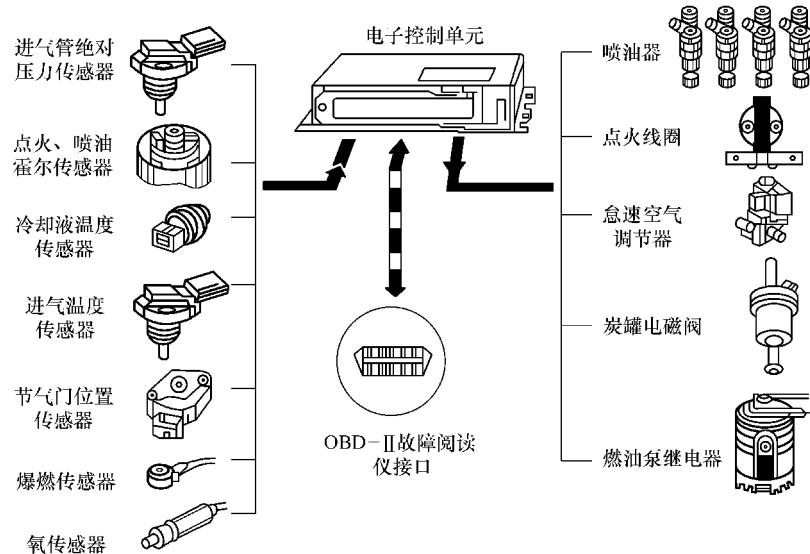

图 5-2 大众宝来 D型系统
(1) D 型系统 D 型系统通过检测进气歧管的真空度和发动机转速来确定发动机的进气量，由 ECU 根据进气量确定喷油量，如图 5-2 所示。